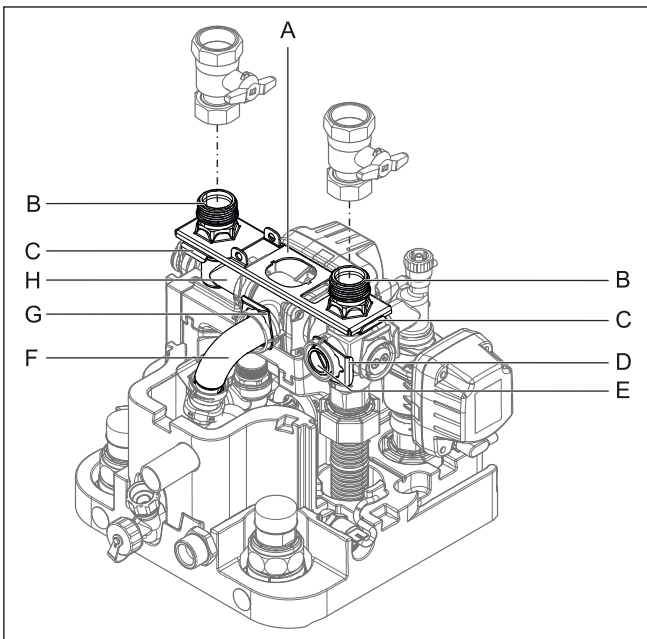
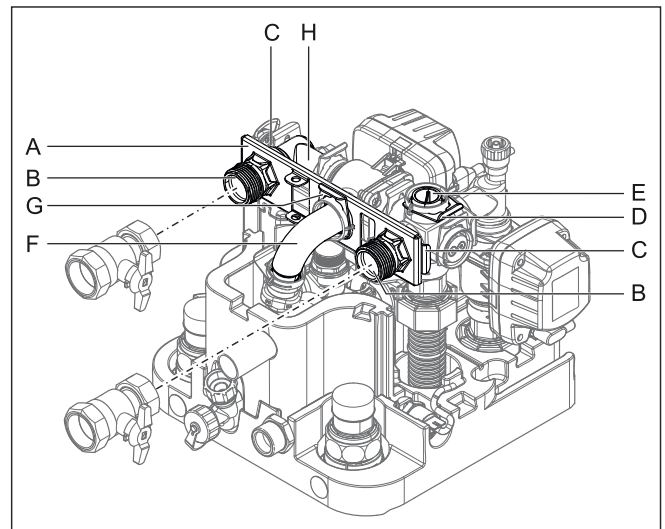

Bild 4-17 Anschlüsse Heizungs- vor- und -rücklauf nach oben ausgerichtet
Bild 4-19 Anschlüsse Heizungs- vor- und -rücklauf nach hinten ausgerichtet
- 2 Beide Steckbügel der Anschlusskupplungen (Bild 4-17, Pos. C) abziehen.
- 3 Beide Anschlusskupplungen (Bild 4-17, Pos. B) abziehen.
- 4 Halblech (Bild 4-17, Pos. A) abnehmen.
- 5 Steckbügel des Verschlussstopfens (Bild 4-17, Pos. D) abziehen.
- 6 Verschlussstopfen (Bild 4-17, Pos. E) herausziehen.
- 7 Winkelstück (Bild 4-17, Pos. H) um 90° nach hinten drehen.
- 8 Steckbügel des Krümmers (Bild 4-17, Pos. G) abziehen.
- 9 Krümmer (Bild 4-17, Pos. F) vorsichtig so weit nach hinten aus seiner horizontalen Aufnahme ziehen, dass das Halblech (Bild 4-19, Pos. A) senkrecht dazwischengeschoben werden kann.
- 10 Halblech zwischen den Krümmer und seine horizontale Aufnahme schieben und Krümmer (Bild 4-19, Pos. F) durch das mittlere Loch des Halblechs wieder in seine Aufnahme stecken.
- 11 Krümmer mit Steckbügel (Bild 4-19, Pos. G) wieder in seiner Aufnahme sichern.
- 12 Beide Anschlusskupplungen (Bild 4-19, Pos. B) durch das Halblech in die seitlichen Aufnahmen stecken.
- 13 Beide Anschlusskupplungen mit Steckbügeln (Bild 4-19, Pos. C) in ihren Aufnahmen sichern.
- 14 Verschlussstopfen (Bild 4-19, Pos. E) in die obere Aufnahme stecken.
- 15 Verschlussstopfen mit Steckbügel (Bild 4-19, Pos. D) sichern.